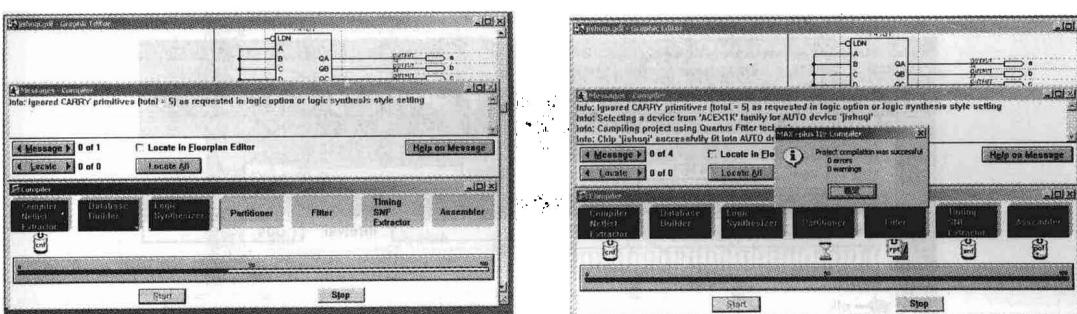

图 1-13 编译窗口
(8) 编译：点击 [Max+plus II] | [Compiler] | [Start]，红色进度条从左到右显现，报告编译信息，“0 errors”，如图 1-13 所示。